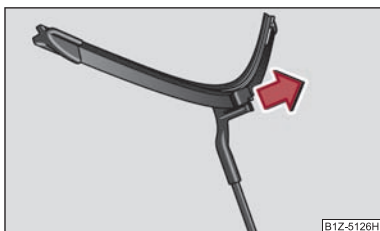

Fig. 44 Spazzola per parabrezza
- Rimuovere la spazzola nel senso indicato dalla freccia ⇒ fig. 44 ⇒ ⚠.
- Abbassare i bracci del tergicristallo sul parabrezza e inserire l'accensione. Spingendo la leva del tergicristallo nella posizione molleggiata ④ ⇒ fig. 44 o in caso di marcia con velocità superiore a 4 km/h, i bracci del tergicristallo ritornano in posizione di riposo.